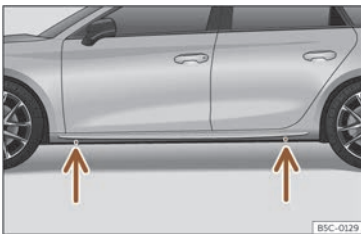

Fig. 235 Puntos de apoio do gato.
- Busque no traveseiro a marca do punto de apoio do gato (área afundida) máis próximo á roda que se vai cambiar >>> fig. 235.